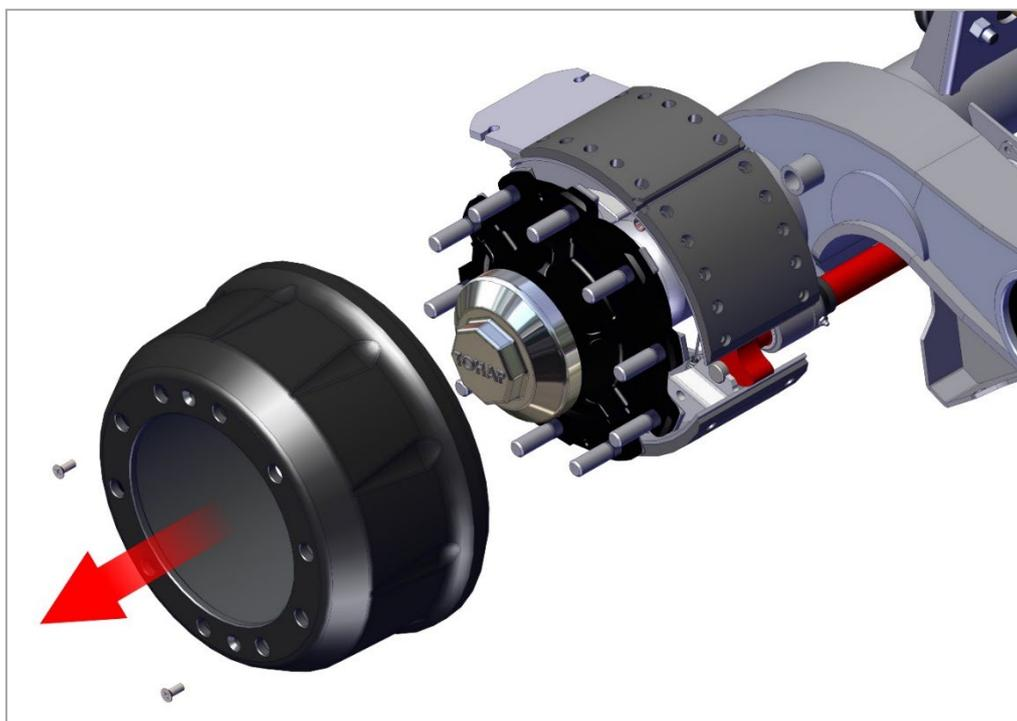

Рис. 18. Снятие барабана.
2) Снимите барабан, как показано на рис. 18.